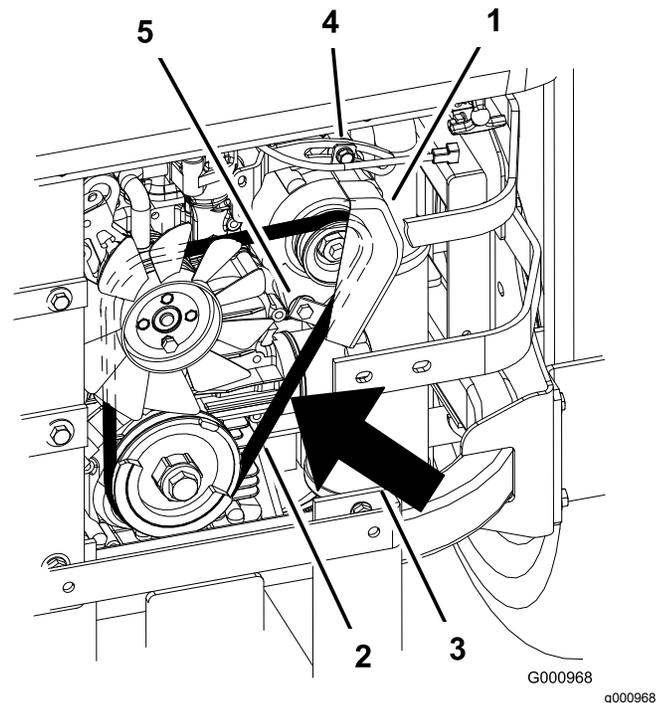

Bild 91
2. Stellen Sie die Lichtmaschine nach außen ein, sodass der Riemen zwischen den Motor- und Lichtmaschinenspannscheiben beim Aufbringen einer Kraft von 10 kg 7 mm bis 9 mm durchbiegt (**Bild 91**).
5. Wenn die Spannung richtig ist, ziehen Sie die untere und obere Schraube fest (**Bild 91**).